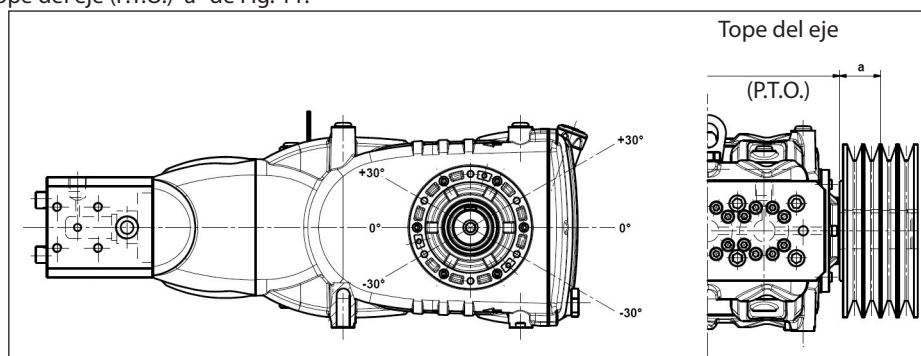

Fig. 11
La carga radial sobre el eje no debe ser superior a 7500 N (valor necesario para definir el Layout). La transmisión es considerada adecuada si tal carga es aplicada a una distancia máxima $a = 40$ mm del tope del eje (P.T.O) como se indica en la Fig. 11.
- b) Utilizar correas de alto rendimiento –por ejemplo **XPB** en lugar de **SPB**– ya que resultará necesario una cantidad inferior de correas en paridad de potencia transmitida y una consecuente distancia inferior de la resultante con respecto al tope del eje (P.T.O.) “a” de Fig. 11.
- e) Seguir la dirección del tiro de la correa como se indica en la Fig. 11 para exigencias diferentes ponerse en contacto con la **Oficina Técnica** o el **Servicio de Asistencia al Cliente**.